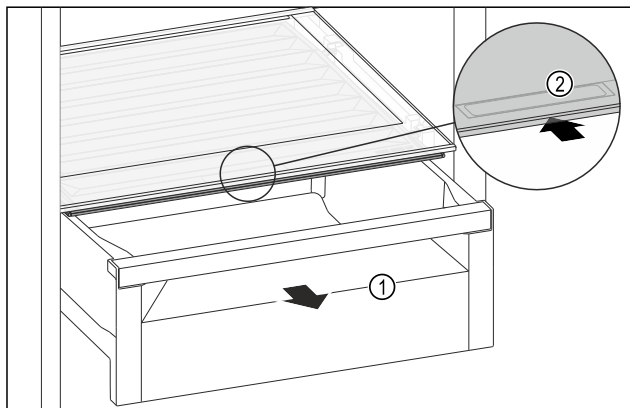

Fig. 176
- Estrarre il cassetto Fig. 176 (1).
- Afferrare la maniglia incassata Fig. 176 (2) sul coperchio dello scomparto e spingere allo stesso tempo all'indietro il coperchio dello scomparto.